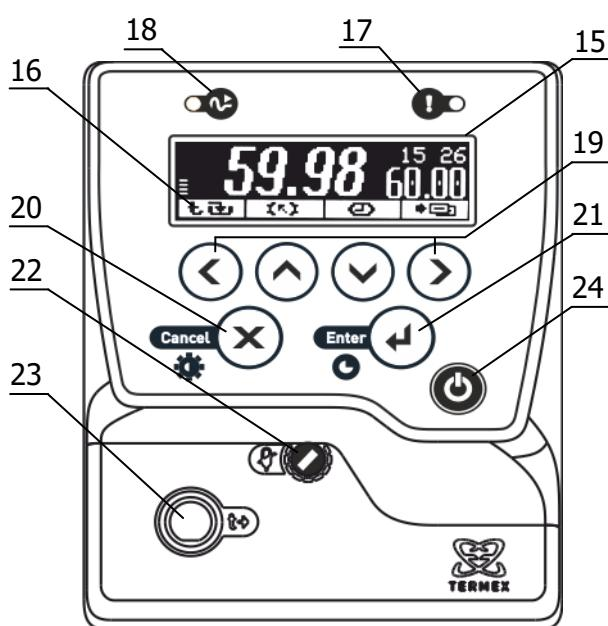

Рисунок 2 – Лицевая панель
Система безопасности блока регулирования отключает двигатель насоса и нагреватель при срабатывании хотя бы одной из защит или неисправности датчика температуры (1.2.13). При срабатывании системы безопасности раздается звуковой сигнал, загорается индикатор 17 (рисунок 2) и на дисплей 15 выводится информация о причине неисправности.
2.3.1 После подключения сетевого кабеля к электрической сети блок регулирования переходит в режим ожидания. Подключение сопровождается кратковременной подсветкой дисплея 15 (рисунок 2).
2.3.6 Для регулировки яркости подсветки или контраста дисплея нажать кнопку 20 (X), выбрать изменяемый параметр кнопками (▲) и (▼) и установить его значение кнопками (◀) и (▶). Зафиксировать изменение нажатием кнопки 21 (↔) (рисунок 2).
2.5.6 Для выбора уставки в качестве текущей кнопками (▲) и (▼) подвести к ней указатель. Значение отмеченной указателем уставки дублируется крупными цифрами в правой части дисплея. Для подтверждения выбора отмеченной уставки нажать кнопку 21 (↔). Для отмены выбора нажать кнопку 20 (✗) (рисунок 2).
2.5.7 Для изменения численного значения отмеченной указателем уставки нажать кнопку (►). На рамке, обрамляющей значение уставки в правой части дисплея, появятся “засечки”, указывающие на изменяемую позицию в численном значении. Цифра в отмеченной позиции мигает. Нажатиями кнопок (▲) и (▼) установить требуемую цифру в отмеченной позиции. Если удерживать кнопку нажатой, значение уставки будет изменяться непрерывно. Нажатиями кнопок (◀) и (►) переместить отметку изменяемой позиции. Дискретность изменения значения уставки зависит от положения изменяемой позиции: если отмечена позиция десятков, то при единичном нажатии кнопки (▲) или (▼) значение уставки изменится на 10 °C. Если отмечена позиция десятых долей, то значение уставки изменится на 0.1 °C соответственно. Закончить ввод нового значения уставки нажатием кнопки 21 (←). Для возврата к значению уставки до ее изменения нажать кнопку 20 (X) (рисунок 2).
2.6.3 При срабатывании защиты раздается звуковой сигнал и загорается красный индикатор срабатывания системы безопасности 17 (рисунок 2). Работа насоса и нагревателя будет блокирована. На дисплее отобразится текущее состояние системы защит.
2.6.5 После устранения причины срабатывания защиты или ее отключения кнопкой (►) индикатор 17 (рисунок 2) погаснет. Перевести блок регулирования в рабочий режим нажатием кнопки 21 (↔).